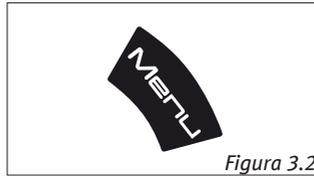

Figura 3.2
1. Pressione o botão “Menu” (Figura 3.2).